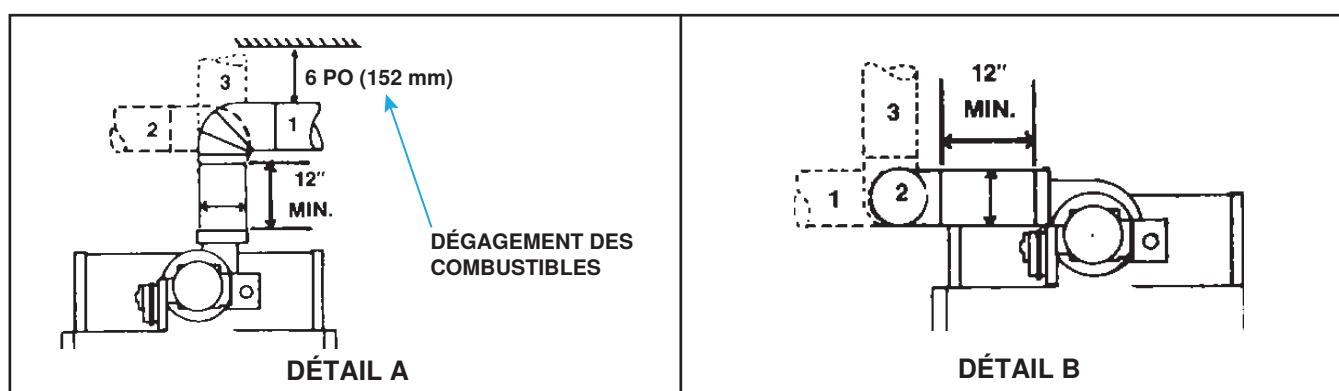

Figure 11. Faire pivoter le boîtier de l'évacuateur
Comme on le voit sur la **Figure 11**, DÉTAIL A, l'évacuateur est installé en usine. Au besoin, on peut faire pivoter l'évacuateur (**Figure 11**, DÉTAIL B) et l'orienter dans l'une des trois directions indiquées (1, 2 et 3). Suivez les instructions pour faire pivoter le boîtier de l'évacuateur.
3. Tout en soutenant le moteur, faites pivoter le boîtier de l'évacuateur et donnez-lui l'orientation désirée (**Figure 11**, DÉTAIL B). Remettez ces vis. La plaque de moteur comporte les trous requis pour aligner la roue de l'évacuateur correctement.